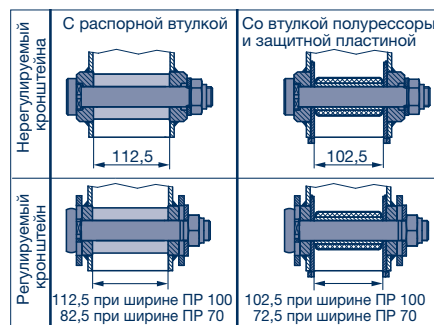

Рисунок 13
- [22] Установить новые втулки и предварительно натянуть с помощью распорной втулки или втулки полурессоры (1005) вместе с установленными защитными пластинами (1525), выровнять по центру – при наличии регулируемого кронштейна в горизонтальном направлении – и прихватить сваркой, см. рисунок 13. (LF = полурессора)